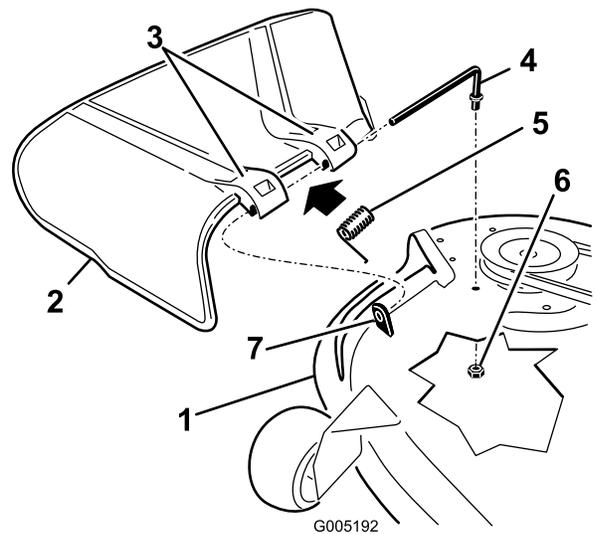

Figure 66
- Retirez l'écrou (3/8 po) de la tige, sous le tablier de coupe (Figure 66).
- Sortez la tige de la courte cheville de positionnement, du ressort et du déflecteur d'herbe (Figure 66).
- Remettez en place le déflecteur d'herbe (Figure 66).
- Insérez la tige dans le deuxième support du déflecteur d'herbe (Figure 66).
- Fixez l'extrémité arrière de la tige dans le tablier de coupe à l'aide d'un écrou (3/8 po), comme montré à la Figure 66.